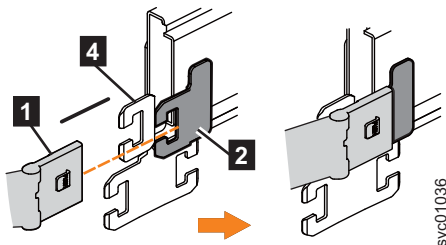

図 74. サポート・レールの内部メンバーへの上部 CMA の内部コネクタの取り付け
2. 図 74 に示すように、上部 CMA アセンブリーの内部コネクタ (**1**) を、左側のサポート・レールの内部メンバー (**2**) に取り付けます。